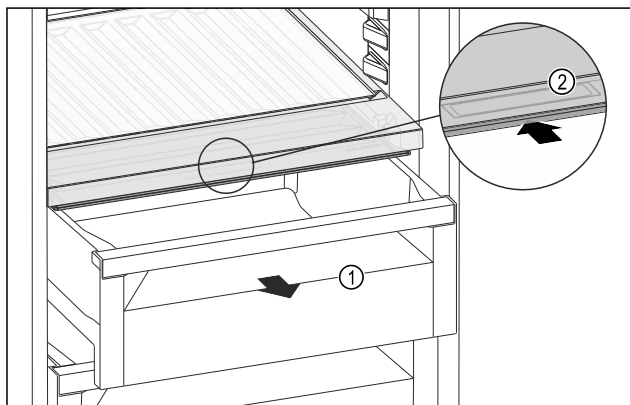

Fig. 190
- Wyciągnąć szufladę Fig. 190 (1).
- Chwycić uchwyt wpuszczany Fig. 190 (2) na pokrywie komory i przesunąć pokrywę jednocześnie do tyłu.